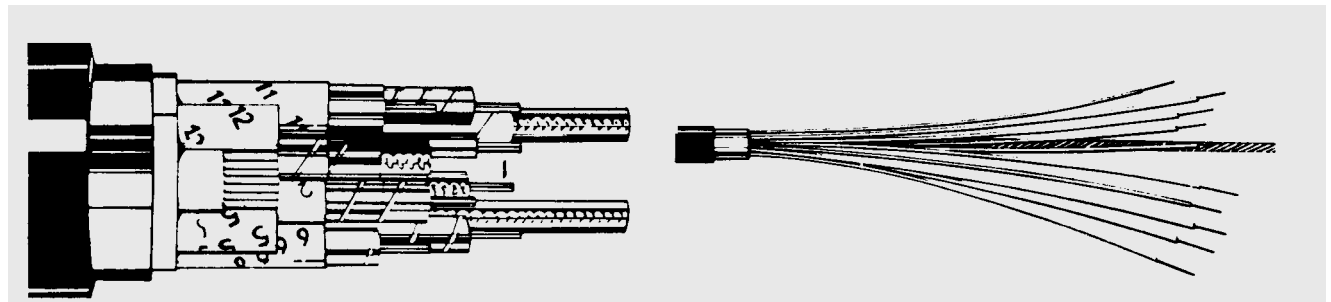

Figura 6. Cable telefónico de cobre con capacidad para 10.000 llamadas
- b) El incremento en el número de teléfonos móviles ha sido, como se observa en la Figura 6, espectacular en los últimos años, mientras que el de teléfonos fijos ha permanecido prácticamente constante. En tu opinión, ¿qué ventajas presenta la telefonía móvil frente a la fija? ¿Cómo crees que evolucionarán estas cifras en el futuro?